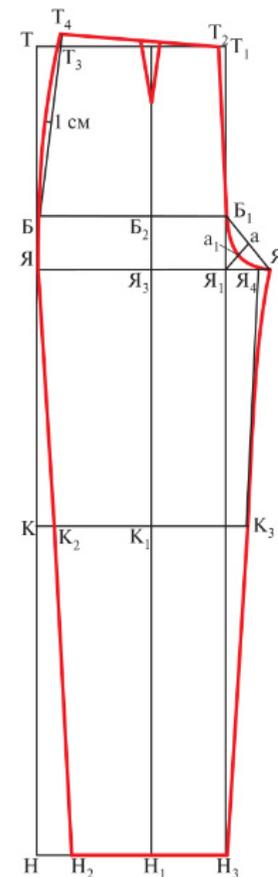

Рис. 6.52. Построение чертежа передней половинки брюк
Проведите вправо горизонтали из точек T , B , $Я$, K , H . Получили следующие конструктивные линии: линию талии, линию бёдер, линию сидения, линию колена, линию низа (рис. 6.52).
1. *Построение средней линии.* Чтобы построить ширину передней половинки брюк по линии сидения, продлите горизонталь $ЯЯ_1$ вправо и отложите отрезок $Я_1Я_2$, рассчитанный по формуле (рис. 6.52):